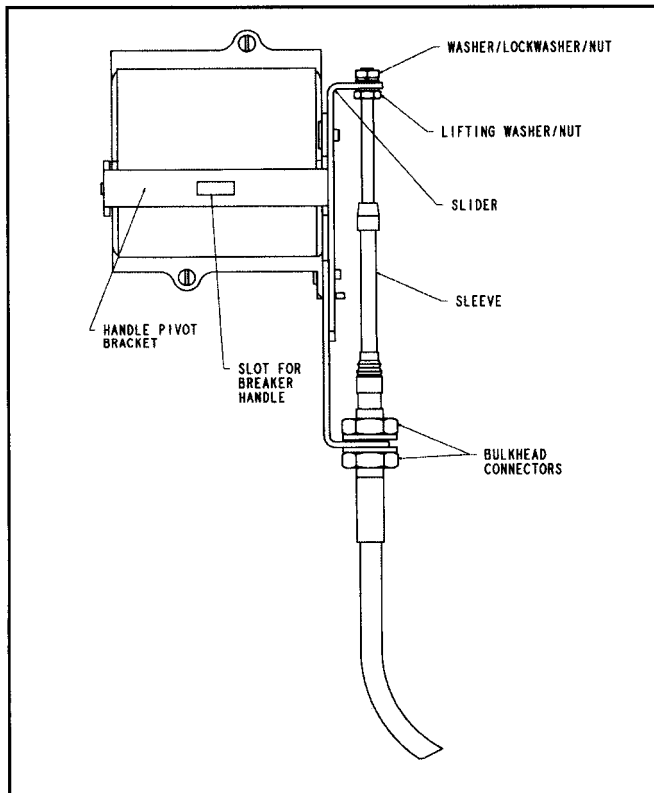

図 1-3 : Hフレーム・アクチュエータ・メカニズム
フレキシブルシャフトのハンドルメカニズムは、回路ブレーカを外側から操作するためのもので、さまざまな高さや奥行きのエンクロージャで利用できます。このハンドルは、選択したアクセサリコンポーネントに応じて、NEMA 1、3R、4、4x、および 12 のエンクロージャアプリケーションで使用可能です。標準的なアプリケーションでは、操作ハンドル、フレキシブルシャフト、およびメカニズム (装置) が必要です。シャフトの長さは 8 種類あり、さまざまなエンクロージャの奥行き (3 ~ 10 インチ) に対応できます。フレキシブルシャフトの長さを選択したら、適切に操作できるように 4 インチの最小曲げ半径が確保されているかを確認してください。標準的な出荷方法では、メカニズムが工場ではプリセットされた状態で出荷されます。小幅なフィールド調整が必要な場合、図 1-3 を参照してください。本マニュアルでは、サーキットブレーカにはモールド・ケース・スイッチおよびモータ回路プロテクタ (HMCP) も含まれているものとします。
すでに取付けられているフレキシブルシャフトのハンドルメカニズムをお客様側で取り外す必要がある場合、以下の手順に従って作業を行なった後、通常の「取付け手順」(図 1-3 参照)を続けてください。
- G. ハンドルを使って ON、OFF、およびリセットの動作ができるかをチェックします。アクチュエータメカニズムのリセット位置をチェックして、持ち上げ用のナットとシャフトのスリーブが接触していないことを確認します(図 1-3 参照)。接触している場合、接触しないようにバルクヘッドコネクタを動かします。メカニズムが正常に動作しない場合、この手順を繰り返すか、または調整チェックリストに進んでください。
ワッシャ/止めワッシャ/ネットを締めながら持ち上げ用のワッシャ/ナットを緩めます。2 ~ 3 回回転させれば十分です(図 1-3 参照)。
注：アクチュエータメカニズムのリセット位置をチェックして、持ち上げ用のナットとシャフトのスリーブが接触していないことを確認してください(図 1-3 参照)。接触している場合、接触しないようにバルクヘッドコネクタを動かします。
ブレーカが ON になって動作するまで持ち上げ用のワッシャ/ナットを締めながらシャフトの端にあるワッシャ/止めワッシャ/ナットを緩めます。両方のナットを締めて、ON、OFF、およびリセット位置を再チェックします(図 1-3 参照)。
注：調整後、ワッシャ/止めワッシャ/ナットアセンブリの位置が先端から少なくともねじ山 1 つ分余裕があることを確認してください(図 1-3 参照)。